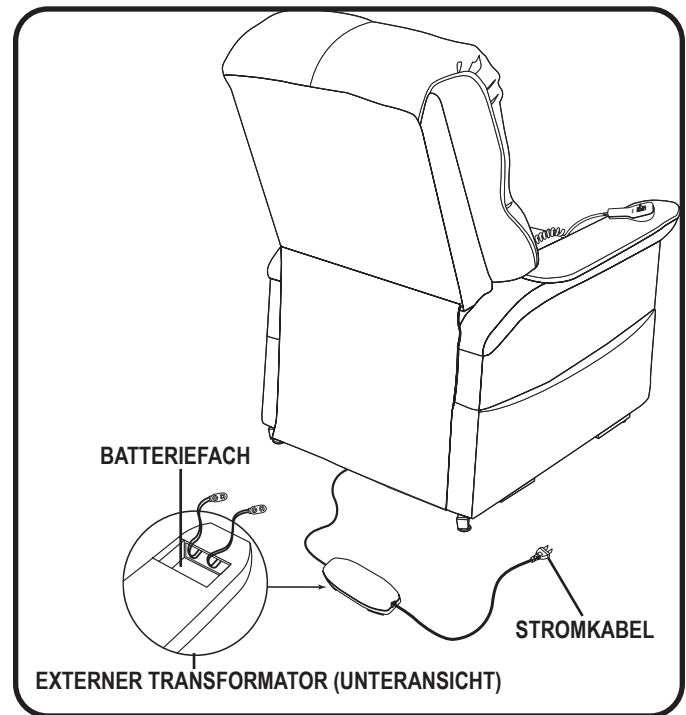

Abbildung 4.2 Lage des Notstromaggregats am Aufrichtestuhl
3. Setzen Sie zwei 9V-Batterien in den Außentransformator ein (**Abb. 4.2**).